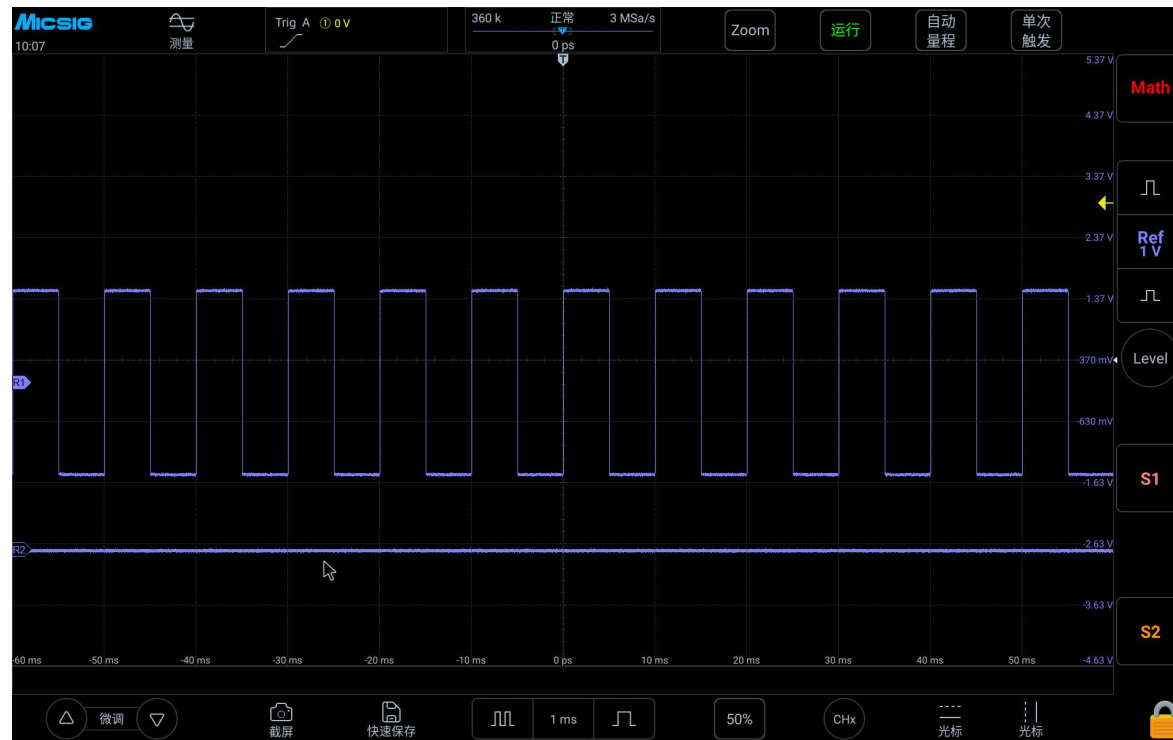

图 8-7 当前参考通道
- 3) 点击需要调用的参考波形文件名，该文件载入到 R1 通道，此时 R1 通道打开为当前通道波形，且参考波形通道零点图标  也不再空心显示。如图 8-7 所示，图中 R1 参考波形为当前参考通道。